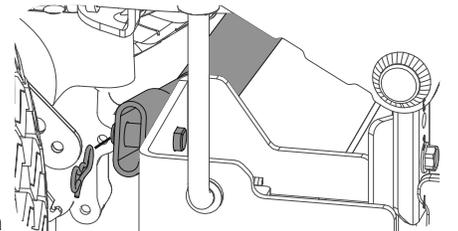

Figura 42
- Extraiga el pasador de chaveta con unión curva que está del lado derecho de la barra, que conecta la barra con el soporte de la plataforma. Consulte la Figura 42.